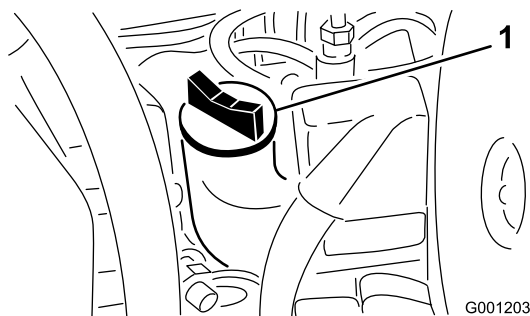

Figure 49
4. Si le niveau n'atteint pas le repère maximum, enlevez le bouchon de remplissage (Figure 49) et faites l'appoint jusqu'à ce que le niveau correct soit atteint. **Ne remplissez pas excessivement.**